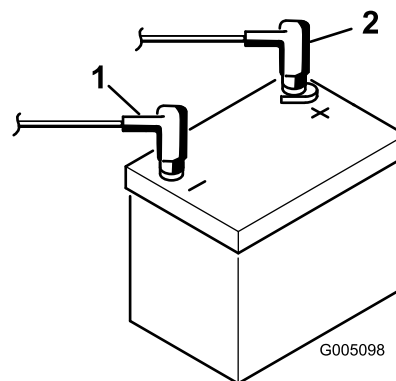

Figura 7
8. Conecte el cable positivo (rojo) al borne positivo (+) y el cable negativo (negro) al borne negativo (-) de la batería y sujételos usando los pernos y las tuercas (Figura 7). Deslice la cubierta de goma sobre el terminal positivo para evitar posibles cortocircuitos eléctricos.